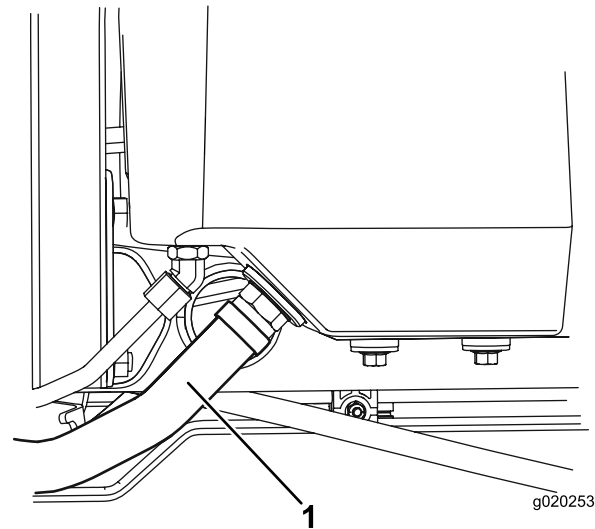

Figura 94
2. Desconecte la manguera hidráulica grande (Figura 94) del depósito y deje fluir el fluido hidráulico en un recipiente apropiado.